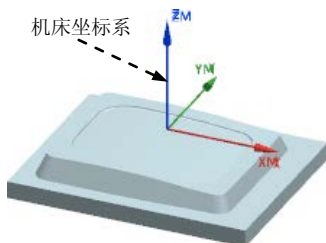

图 6.3 创建机床坐标系
Step2. 单击“CSYS”对话框 操控器 区域中的“操控器”按钮 ，系统弹出“点”对话框；在“点”对话框的 Z 文本框中输入值 30.0，单击  确定 按钮，此时系统返回至“CSYS”对话框；在该对话框中单击  确定 按钮，完成图 6.3 所示的机床坐标系的创建。